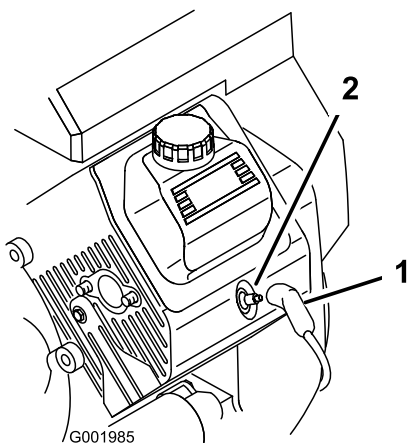

Figure 52
3. Débranchez les fils des bougies (Figure 52).
3. Rebranchez les bougies (Figure 52).